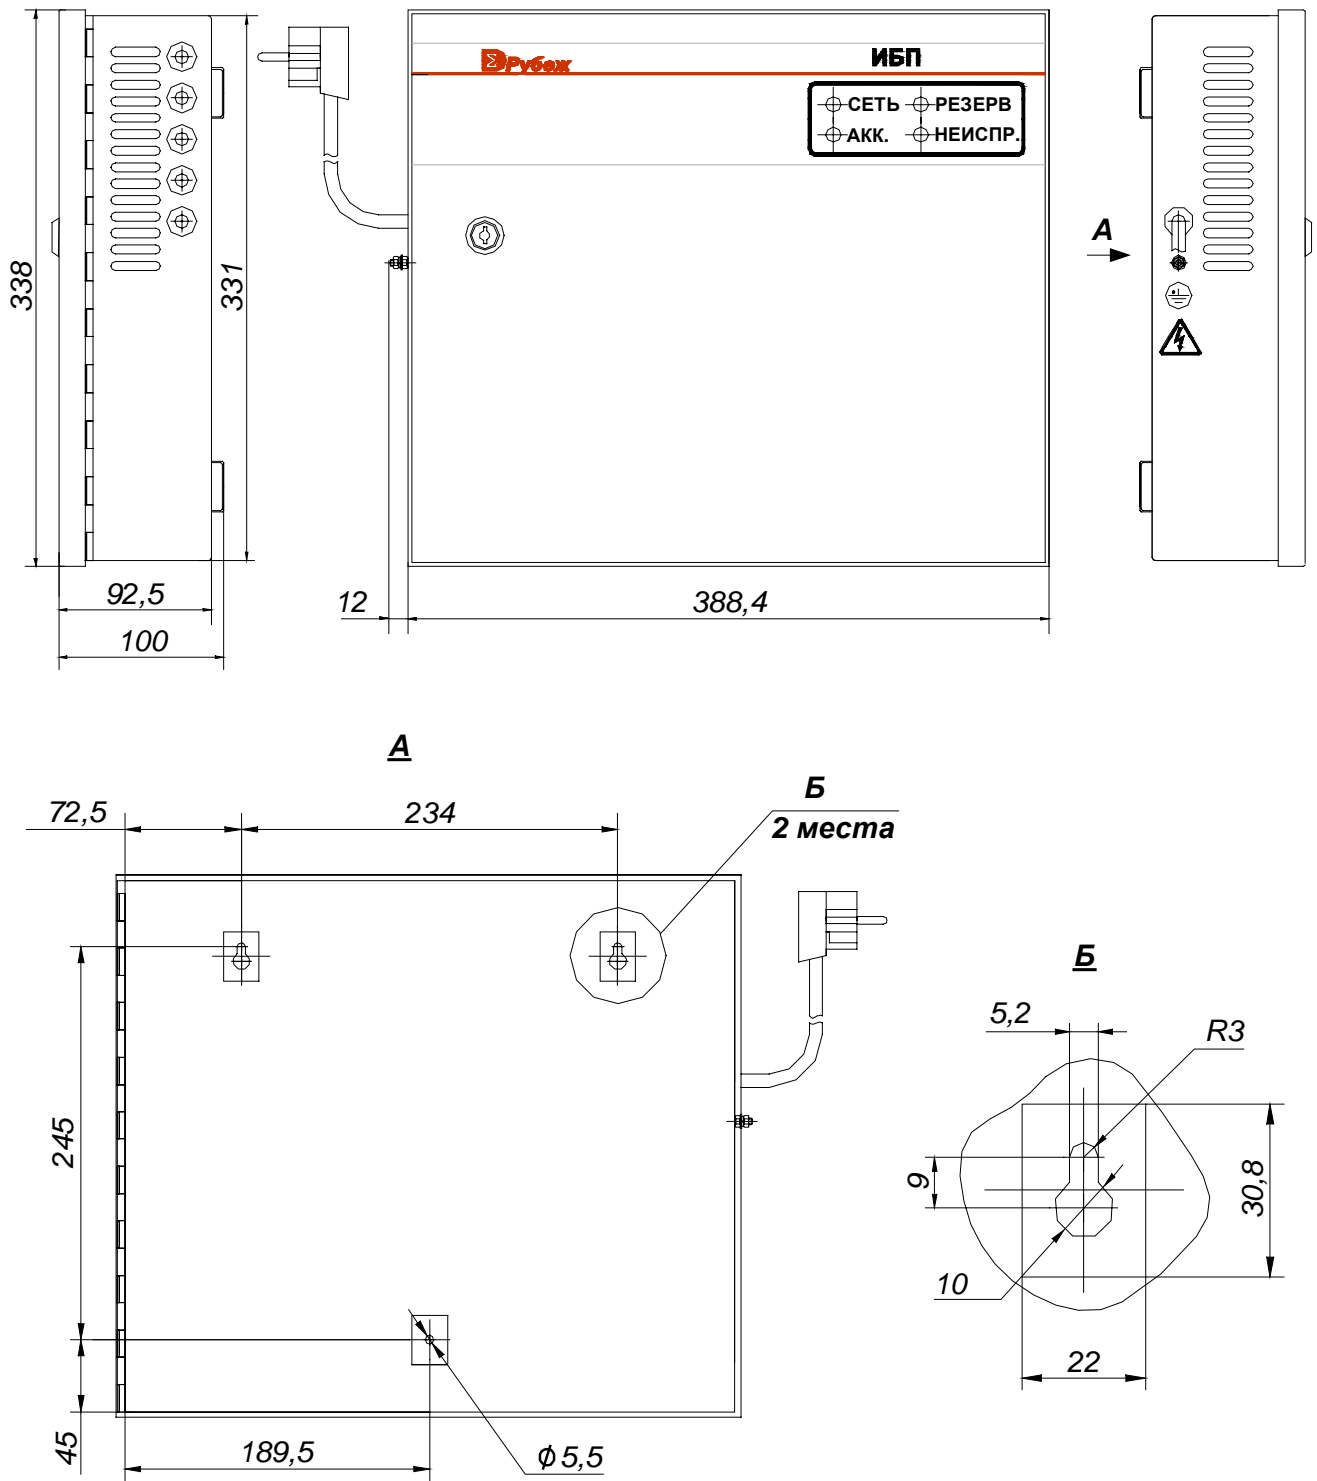
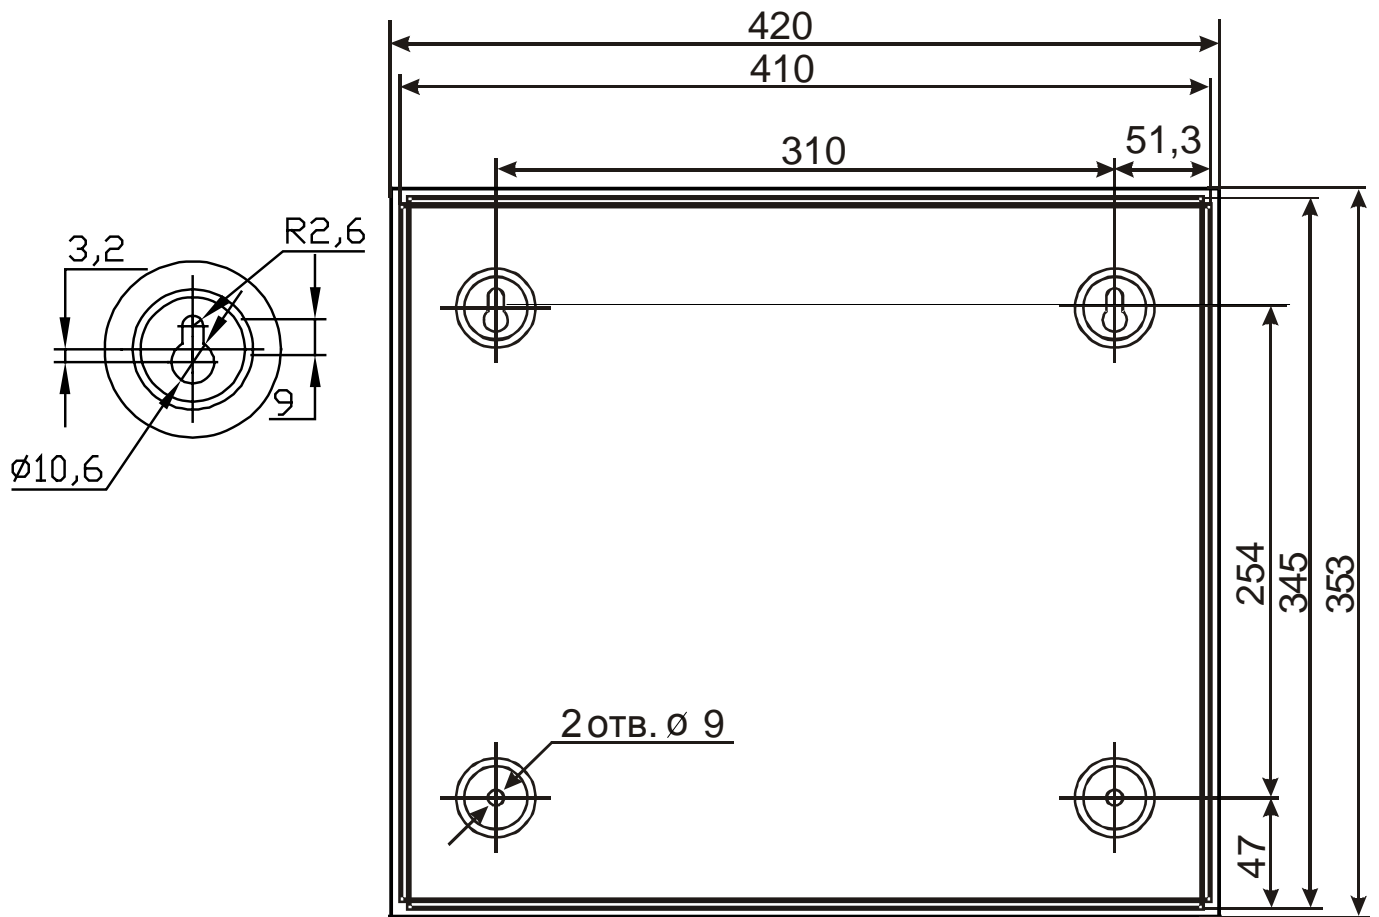

Рис. 9 Присоединительные размеры ИБП 1200/2400 исп. 1
Рис. 10 Присоединительные размеры ИБП 1200/2400 исп. 2
6.4.1 На месте установки ИБП крепится к стене или другим конструкциям в вертикальном положении. При установке необходимо следить за тем, чтобы не были закрыты вентиляционные отверстия другими устройствами или блоками. Присоединительные размеры ИБП-1200/2400 исп. 1, исп. 2 приведены на Рис. 9, Рис. 10 – в зависимости от вариантов исполнения.